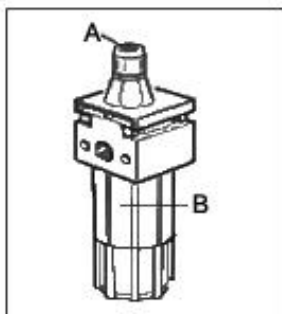

Рисунок 16
Регулярно проверяйте уровень масла в маслораспылителе. При необходимости доливайте масло, открутив стакан маслораспылителя В (рисунок 16).
2. Капля масла должна падать в прозрачный стакан маслораспылителя при каждом третьем или четвертом нажатии на педаль 14. В противном случае, отрегулируйте с помощью отвертки установочный винт А маслораспылителя (Рисунок 16).